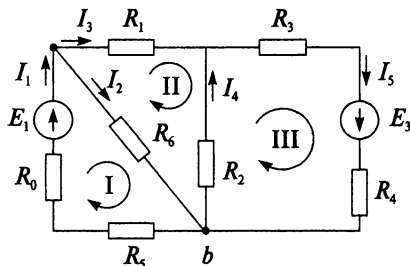

Рис. 3.3
7. Напишите первый закон Кирхгофа для узла b и второй закон Кирхгофа для контуров I, II и III схемы, изображенной на рис. 3.3.